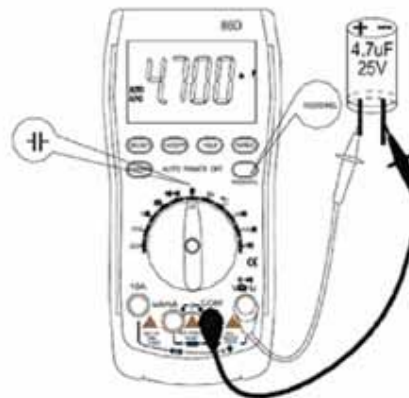

図 14-1
- 1: レンジ切り替えスイッチをコンデンサ測定モードに切り替え、赤い測定コードを V Hz 端子に、黒い測定コードを COM 端子に差し込みます(図 14-1)。